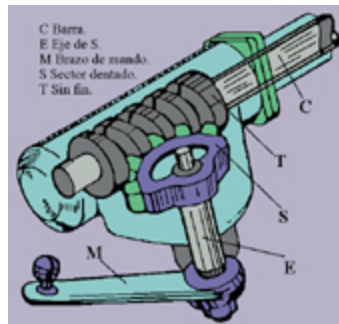

Fig. 6
- **Mecanismo de sinfín cilíndrico con sector dentado (fig. 6)**